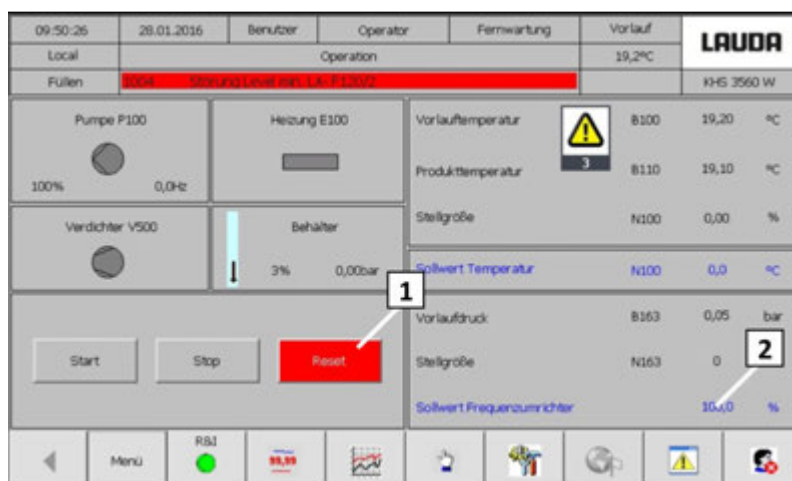

Рис. 72: Экран «Работа»
12. Квитировать появившиеся неисправности при помощи [кнопки сброса]. (Рис. 72 [1])